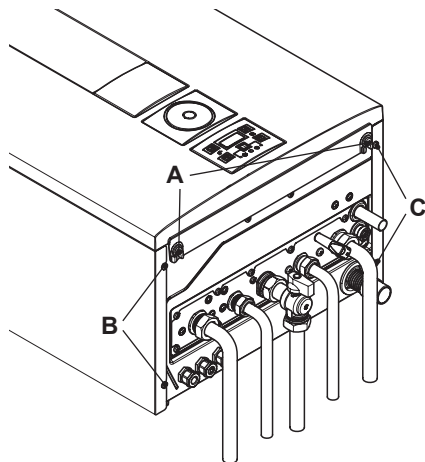
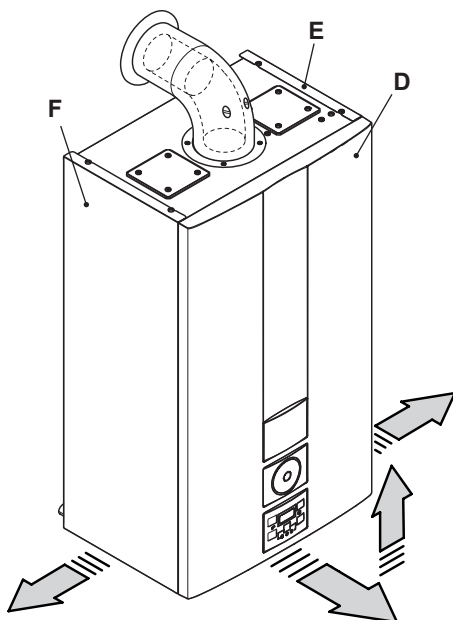

Figura 9.5
Figura 9.6
- Svitare le viti A e rimuovere il pannello frontale D tirandolo a sé e quindi spingendolo verso l'alto in modo da liberarlo dalle sedi superiori (Figura 9.5 e Figura 9.6).
- Allentare le viti B e C in Figura 9.5 e togliere i due pannelli laterali E ed F tirandoli verso l'esterno.
- Bloccare il pannello frontale D con le apposite viti A (Figura 9.5).